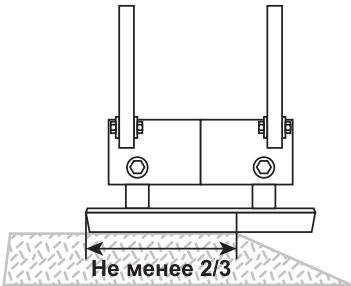

Рис. 12 Расположение виброплиты на краю обрабатываемой поверхности
- При перемещении виброплиты по краю обрабатываемой поверхности, в плотном соприкосновении с поверхностью должно оставаться не менее 2/3 части рабочей площади плиты (Рис. 12).